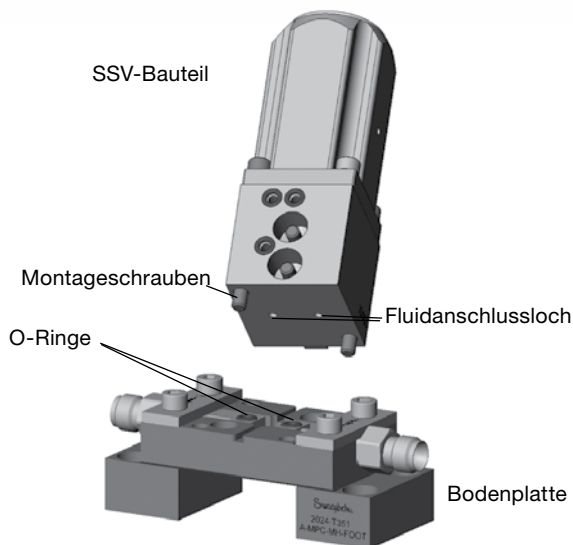

Abb. 5
1. Vor der Demontage das Rohr an der Außenseite der Überwurfmutter markieren. Ziehen Sie einen Strich über der Schlüsselflächen der Überwurfmutter und des Verschraubungskörpers. *Abb. 5*
Bei Bauteilen im MPC-Stil das gesamte **SSV-Bauteil** mit **MPC-Montageschrauben** (#10-32 x 2,0 Zoll mit standardmäßigem 5/32 Zoll Sechskant) montieren, dabei die **Fluidanschlusslöcher** auf dem SSV-Bauteil und der **Bodenplatte** miteinander ausrichten. Die Schrauben mit 2,8 bis 4,0 N·m (25 bis 35 in·lb.) festziehen. Siehe Abb. 5.